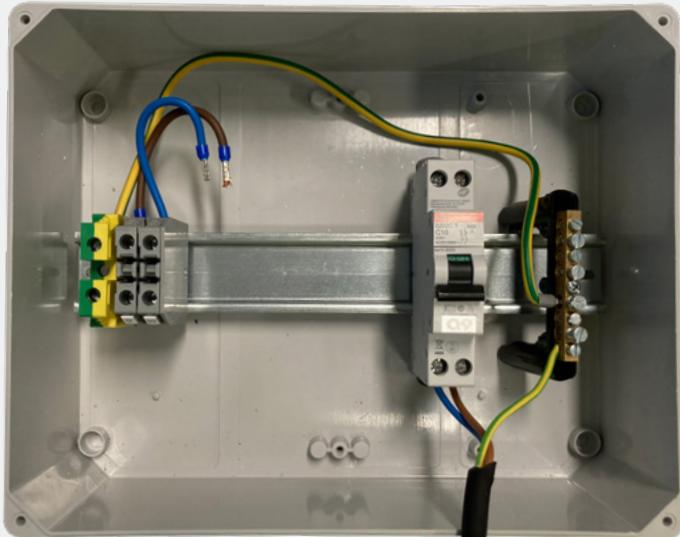

Figura 3
3. Rimuovere il protettore del motore, il contattore e il timer per la piscina. Rimuovere i fili inutilizzati. Vedere la figura 3.